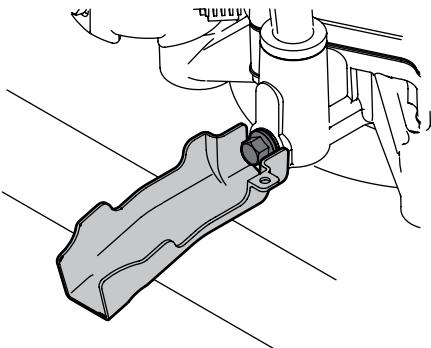

Figura 4-6
- Coloque el extremo pequeño de la manga de drenado en el cárter de aceite. Consulte la Figura 4-6.